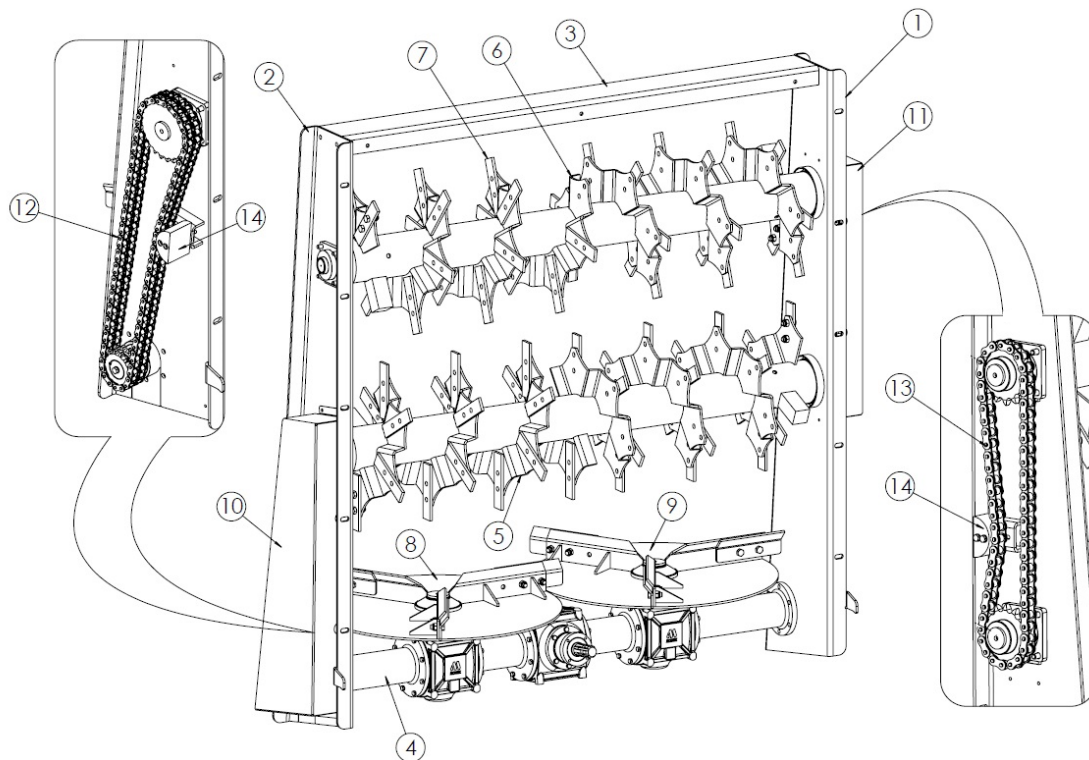

Рисунок 7-й. Дисково-горизонтальный 2-роторный адаптер
Дисково-горизонтальный 2-роторный адаптер (Рисунок 7) состоит из левой боковой балки (1), правой балки (2) и верхней балки (3), образующих раму адаптера. В нижней части расположен редуктор (4), на который устанавливаются разбрасывающие диски (5), (6). Основными рабочими инструментами являются сменные лезвия (7), привинченные к горизонтальным роторам (8), (9). Роторы измельчают подаваемый материал, который проходит через крышку адаптера на разбрасывающие диски. Вращающиеся диски выбрасывают измельченный материал назад и в стороны. Переключение привода с редуктора (4) на горизонтальные роторы (5), (6) осуществляется с помощью цепных передач под крышками (10), (11). Привод от редуктора к нижнему цепному ротору 16B2 (12). Привод от нижнего ротора к верхнему ротору передается через цепь 20B1 (13). Натяжение цепей осуществляется при помощи натяжителей (14).